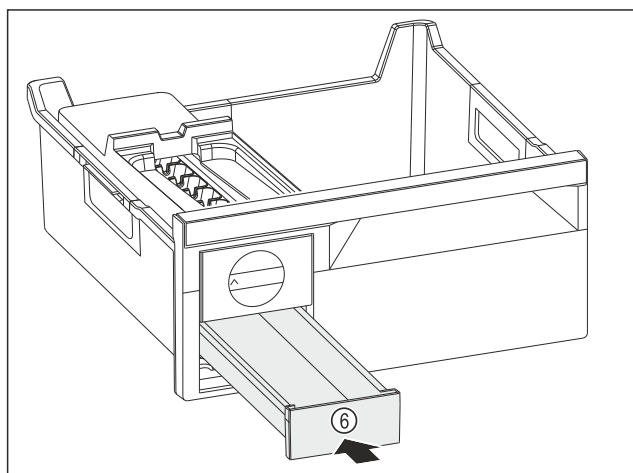

Fig. 135
- ▶ Sett inn isterningskuffen Fig. 135 (6).